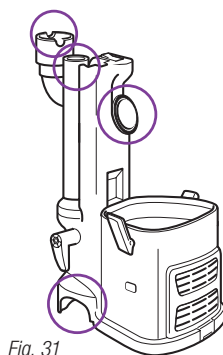

Fig. 31
- Retirez la coupelle à poussière et le tube-rallonge, puis séparez l'aspirateur portatif *Lift-Away^{MD}* de la brosse à planchers motorisée. Vérifiez les quatre orifices pour détecter toute obstruction. (Fig. 31)